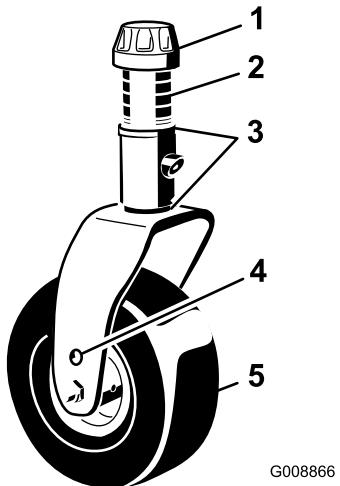
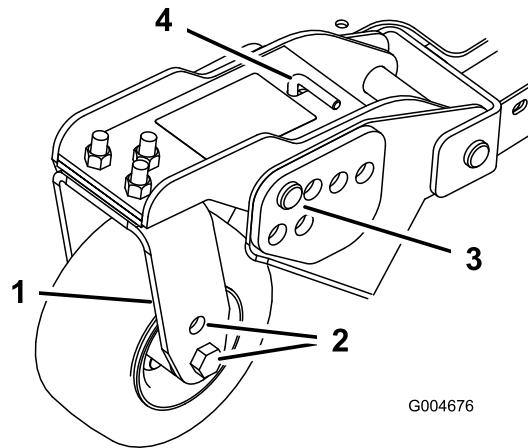
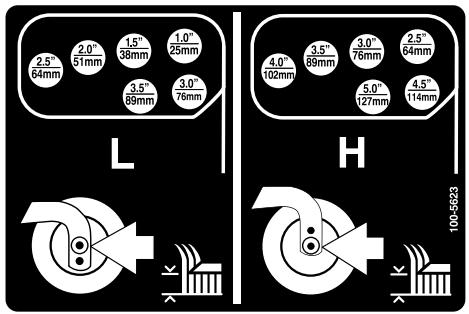

Figura 26
Figura 28
Figura 29
- Coloque los ejes de las ruedas giratorias en el mismo taladro en todas las horquillas (Figura 26 y Figura 28).
- Retire el casquillo tensor del eje y deslice el eje fuera del brazo de la rueda giratoria (Figura 26).
- Retire la chaveta y los pasadores de los brazos de pivote de las ruedas giratorias (Figura 28).
- Gire la varilla tensora para elevar o bajar el brazo de pivote hasta que los taladros estén alineados con los taladros seleccionados del soporte de ajuste de la altura de corte en el bastidor de la carcasa de corte (Figura 28 y Figura 29).